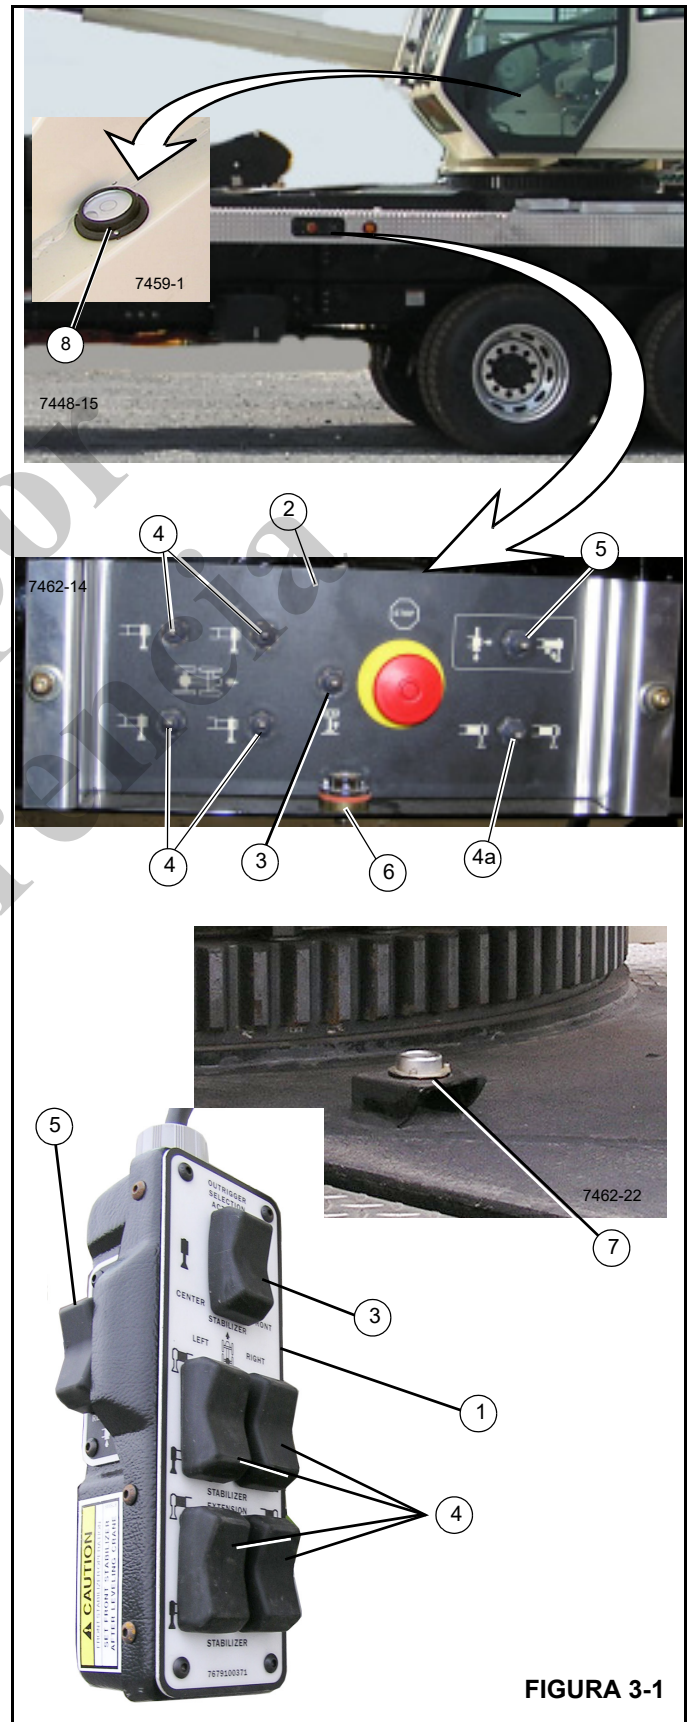

FIGURA 3-1
El estabilizador tiene dos unidades de control, un controlador de mano (1, Figura 3-1) ubicado en la cabina de la grúa y una caja de control desde el suelo (2, Figura 3-1) ubicada en el chasis del vehículo. Cada controlador contiene los interruptores de control para extender y retraer las vigas, para elevar y bajar los cilindros (gato) de estabilizadores y para elevar y bajar el estabilizador delantero sencillo. El controlador de mano de la cabina puede ser opcional para algunos modelos de la serie NBT40.
El indicador de nivel principal (7, Figura 3-1) se encuentra detrás del cojinete de la torreta. Los indicadores de nivel secundarios se encuentran en las cajas de control de estabilizadores (6, Figura 3-1).
Las cajas de control de estabilizadores (2) se encuentran en el costado de la grúa (Figura 3-1) y contienen los controles de activación de los estabilizadores.
Se ofrece un control de mano de estabilizadores (1, Figura 3-1) para la cabina de la grúa.
El interruptor de extensión/retracción (5, Figura 3-1) se usa junto con los interruptores selectores para controlar las funciones de los estabilizadores.
Los interruptores selectores de estabilizadores (4, Figura 3-1) se emplean para seleccionar la viga de estabilizador deseada. Para extender o retraer una viga de estabilizador, primero selecciónela con el interruptor selector y después extiéndala o retráigala utilizando el interruptor de extensión/retracción.
El interruptor selector de viga de estabilizador del puesto desde el suelo (4a, Figura 3-1) se usa para accionar la viga delantera o trasera en el mismo lado de la grúa en el que se encuentra el control desde el suelo.
El interruptor del estabilizador delantero sencillo (3, Figura 3-1) se usa para bajar y elevar el estabilizador delantero sencillo. Para accionar el estabilizador delantero sencillo, oprima el interruptor del estabilizador delantero sencillo y, luego, oprima el interruptor de extensión/retracción.